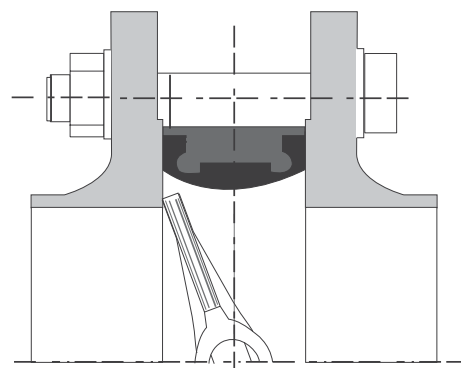

Abbildung 3: Falscher Einbau
- Blockieren der Klappenscheibe (siehe Abbildung 3).